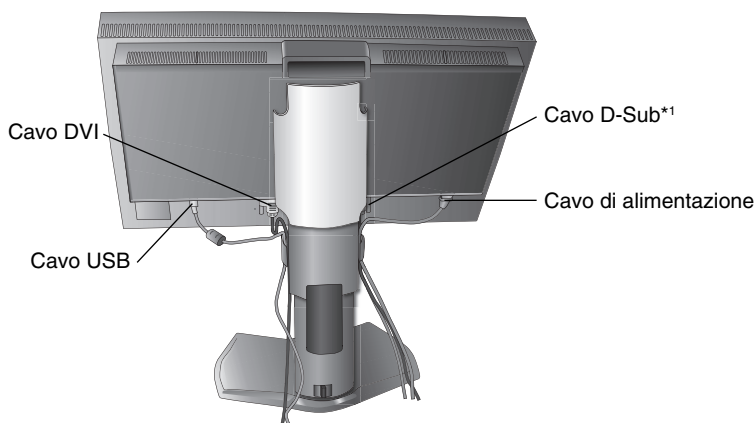
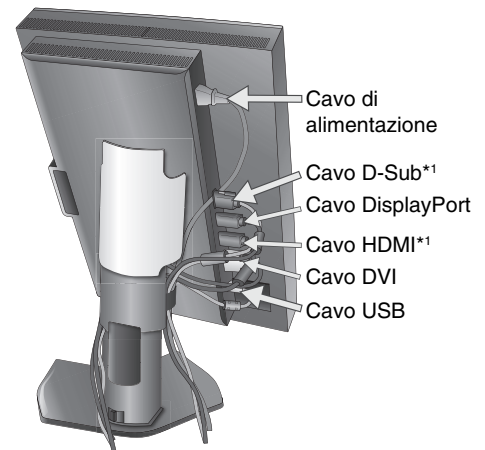

**Figura C.1**
**Figura C.1a**
4. Collegare tutti i cavi ai connettori appropriati (**Figura C.1**). Utilizzando il cavo USB, collegare il connettore tipo B alla porta a monte USB sul lato destro posteriore del monitor e il connettore tipo A alla porta a valle sul computer (**Figura C.1a**). Se si utilizza un cavo in uscita dal dispositivo USB, collegarlo a una delle porte a valle del monitor.